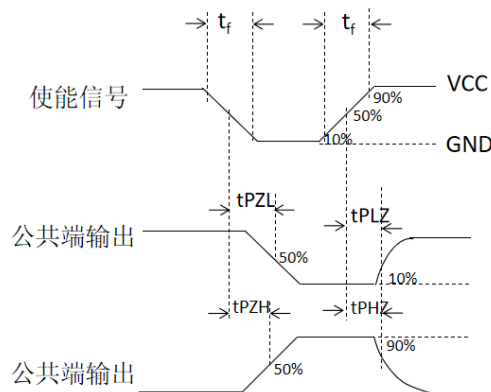
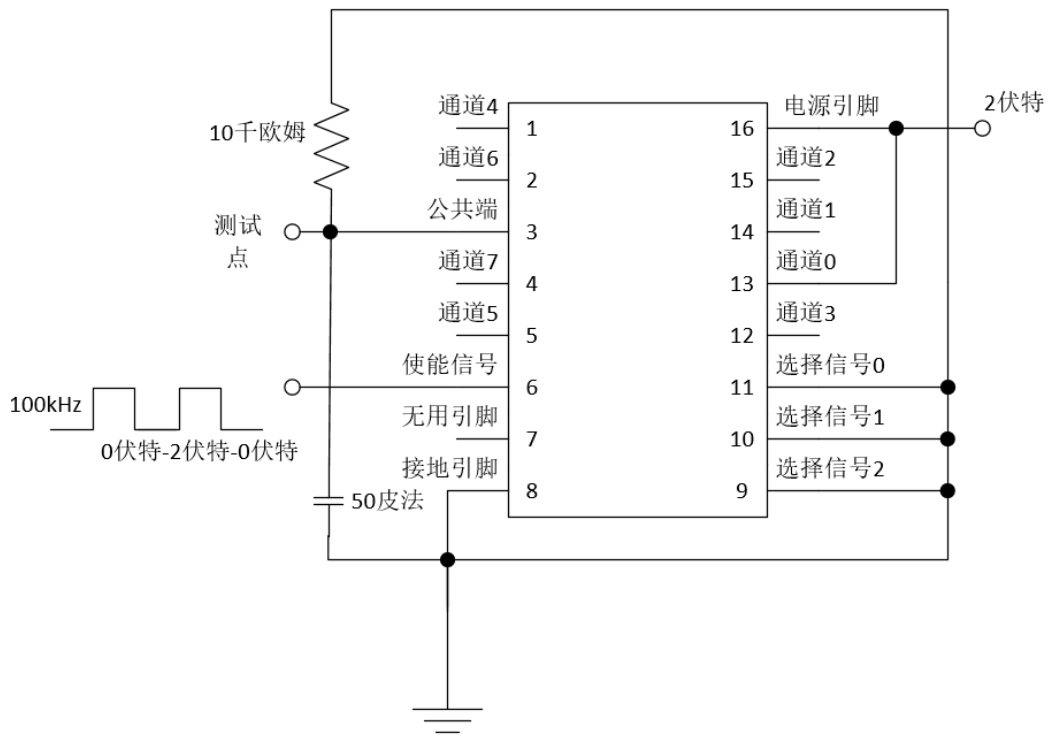
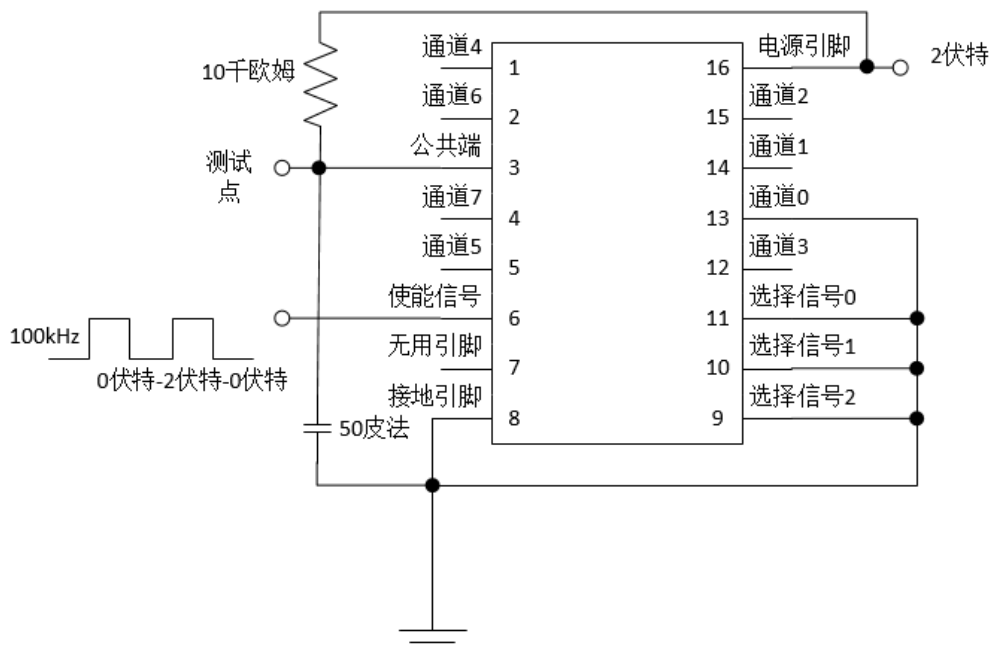

图6.4.3a 使能信号到公共端通道传输延迟时间参数
图6.4.3b 使能信号到公共端通道传输延迟测试设置（通道0接VCC）
图6.4.3c 使能信号到公共端通道传输延迟测试设置（通道0接GND）
- (1) 电源引脚接VCC，使能信号输入100kHz方波。
- (2) 开启通道分别接VCC和GND，其余关断通道浮空。
- (3) 公共端接10千欧姆电阻到VCC或者GND，50皮法电容到GND。
- (4) 量使能信号到公共端传输延迟时间各参数，如图6.4.3a。
例：通道0接VCC时测量 $t_{PHZ}$ 和 $t_{PZH}$ ，10千欧姆接GND，如图6.4.3b。通道0接GND时测量 $t_{PLZ}$ 和 $t_{PLZ}$ ，10千欧姆接VCC，如图6.4.3c。输出波形如图6.4.3a：